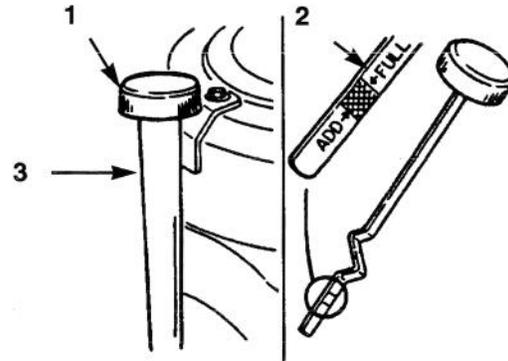

Figure 32
4. Dévisser la jauge et essuyer la tige sur un chiffon propre (Fig. 32).
5. Revisser la jauge à fond dans le tube de remplissage (Fig. 32), puis la retirer à nouveau et vérifier le niveau sur la tige. Si le niveau est bas, verser doucement suffisamment d'huile dans le tube de remplissage pour atteindre la marque FULL (PLEIN).